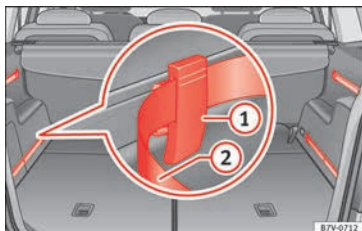

Fig. 170 En el maletero: sistema con raíles, elementos de fijación ajustables ① y cinturón tensor ajustable ②.
- Coloque un elemento de fijación con las roderas hacia arriba » **fig. 170** ① en la parte superior de la guía y presione hacia abajo.